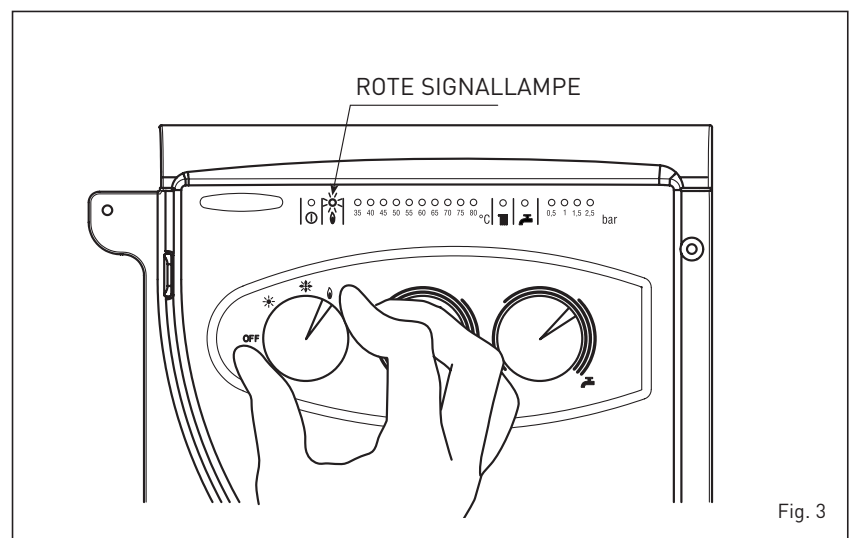

Fig. 3
– Zündungsblockierung (fig. 3)